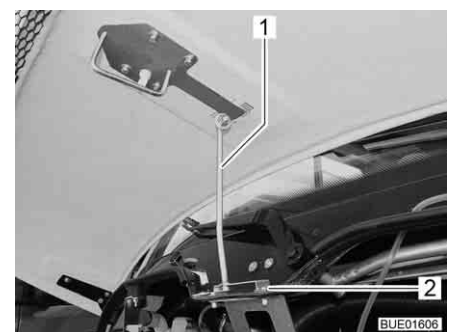

Bild 42 Stöd motorhuv (Viseo)
- Fäll ut stöd (Bild 42,1) och häng upp i fästet (Bild 42,2).